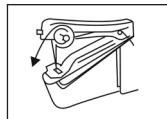

Fig. 11
- 2] Passe a linha sobre o controle de tensão entre os dois discos prateados (Fig. 11).